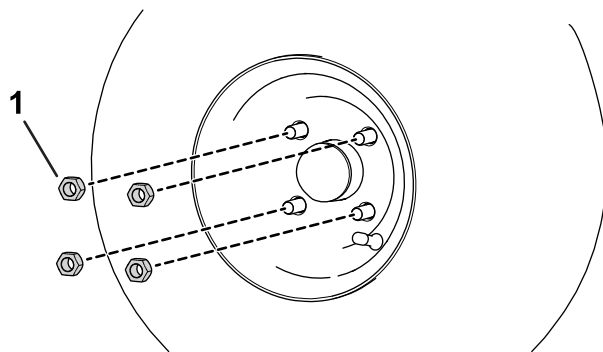

Figura 8
- Utilice las tuercas de rueda que retiró anteriormente para fijar la rueda al cubo (Figura 8).